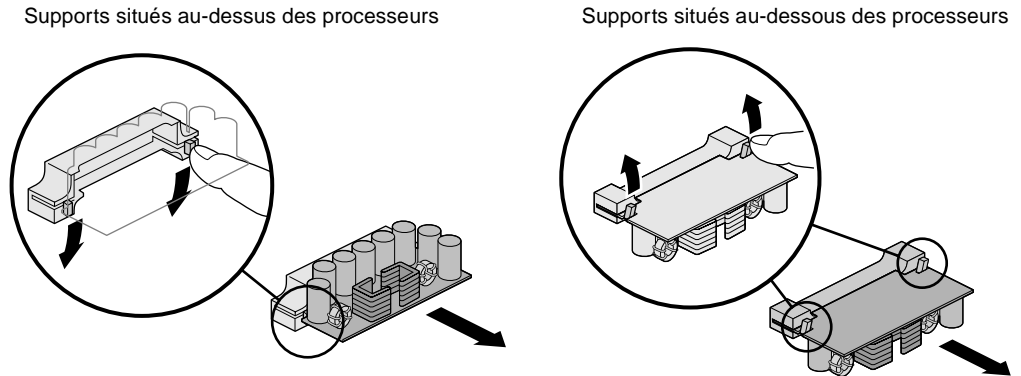

Figure 6-11 Retrait des régulateurs de tension
11. Appuyez simultanément sur les deux languettes du support du régulateur de tension. Selon l'orientation de ce support, soulevez-le ou abaissez-le (voir Figure 6-11).